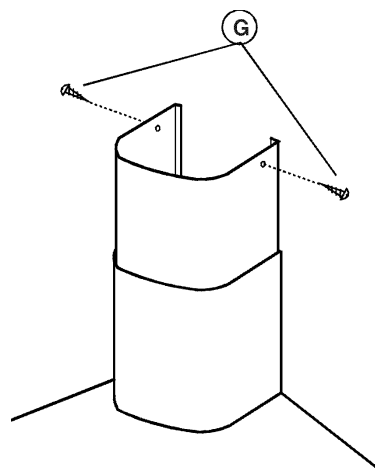

fig.14
6. Positionnez les cheminées assemblées sur la hotte. La cheminée supérieure doit être positionnée face au déflecteur (W) et fixez-la à l'aide des 2 vis (G) (fig. 14).
4. Fixez la cheminée supérieure à l'aide des 2 vis (G) (fig. 14).